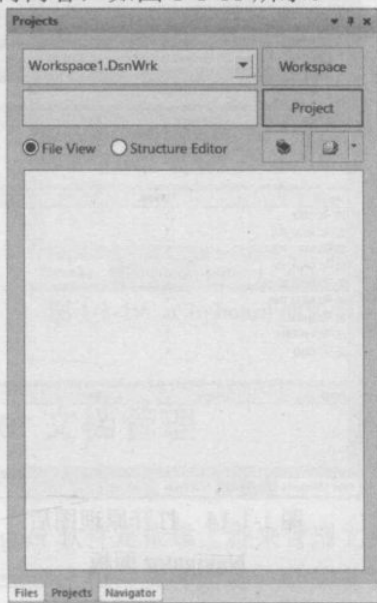

图 1-1-10 Projects 面板
(2) Projects 面板。Projects 面板中主要包括了“Workspace”（工作空间）和“Projects”的相关操作。这里，工作空间中可以包含一个工程，也可以包含很多工程。设置工作空间的目的是将一个比较庞大复杂的工程分成相对简单的模块，这样便于工程的管理和维护。Altium Designer 软件基本上是以工程为单位管理文件的。Projects 面板如图 1-1-10 所示。